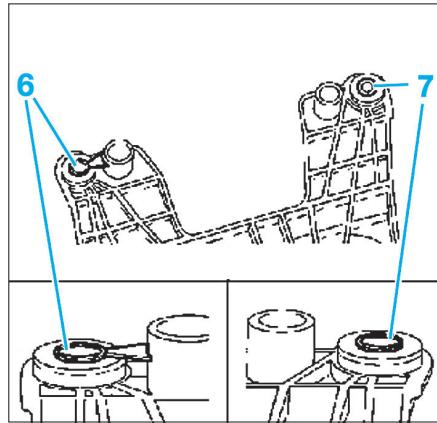

Fig. 8
- Placer la douille de guidage avec languette (6) à gauche, à l'avant sur le boîtier sélecteur de vitesses (Fig.8).